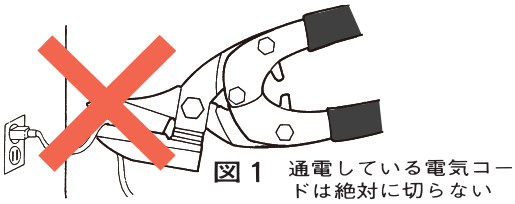

図1 通電している電気コードは絶対に切らない
- ▲ 通電している電気コードは絶対に切らないで下さい。(図1参照)